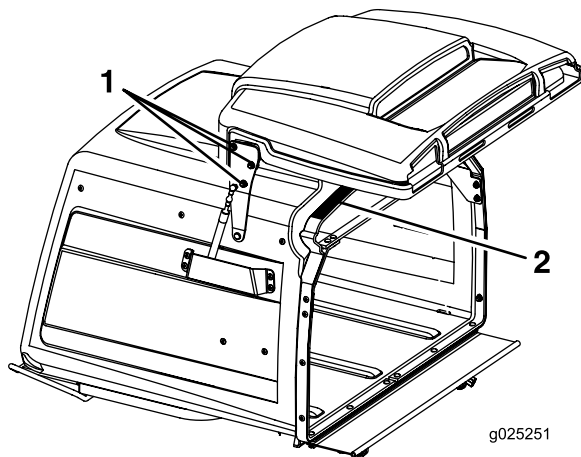

Рисунок 68
3. Ослабьте 6 гаек петель дверцы (Рисунок 68).
4. Откройте дверцу и поместите резиновую полосу шириной 9,5 мм или шланг диаметром 9,5 мм между бункером и его дверцей (Рисунок 68).